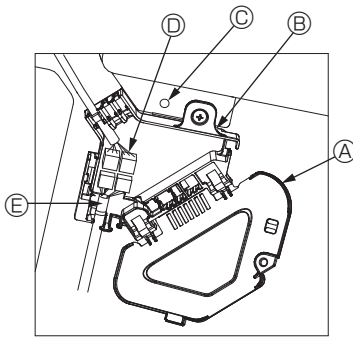

Fig. 10-8
- ① Avlägsna en skruv som håller anslutningsdosans lock och öppna locket.
- ② Anslut anslutningskablabarnas kontakt för lamellmotorn och panelmotorns kontakt i anslutningsdosan. (Fig. 10-8)